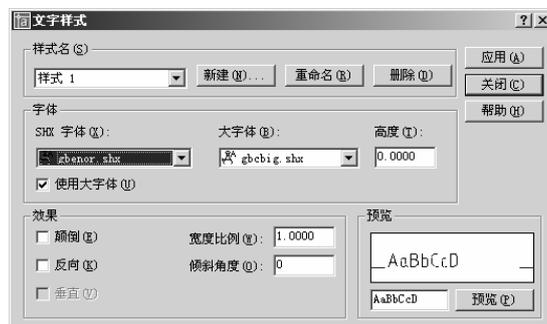

图 2-57 “文字样式”对话框
① 选择“格式”→“文字样式”命令, 弹出“文字样式”对话框, 如图 2-57 所示。
③ 单击“确定”按钮，返回“文字样式”对话框。
④ 在“字体”选项组中设置字体名、字体样式和高度，如图 2-57 所示。